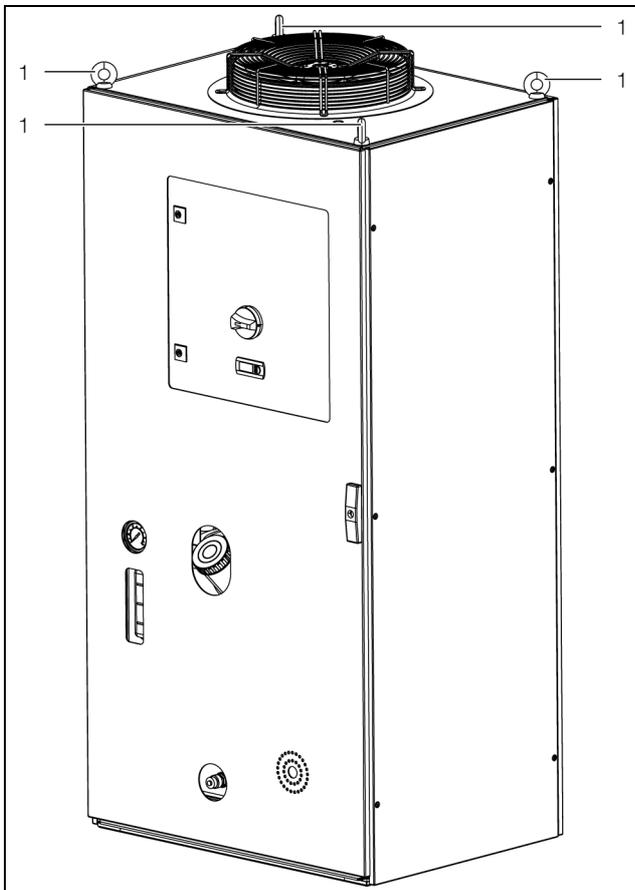
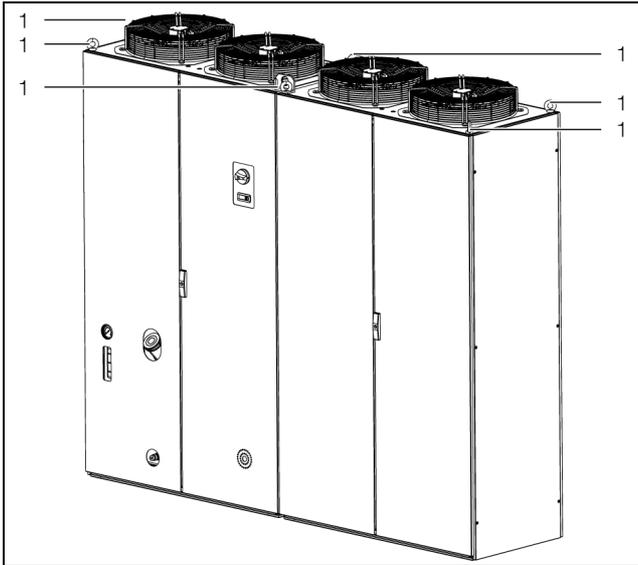

Imagen 19: Perno para transporte (3335.790, 3335.830, 3335.840, 3335.850)
Imagen 22: Perno para transporte (3335.890)
- Transporte el aparato únicamente sobre el palé suministrado o mediante los pernos previstos para ello (imagen 19 a imagen 22, pos. 1).